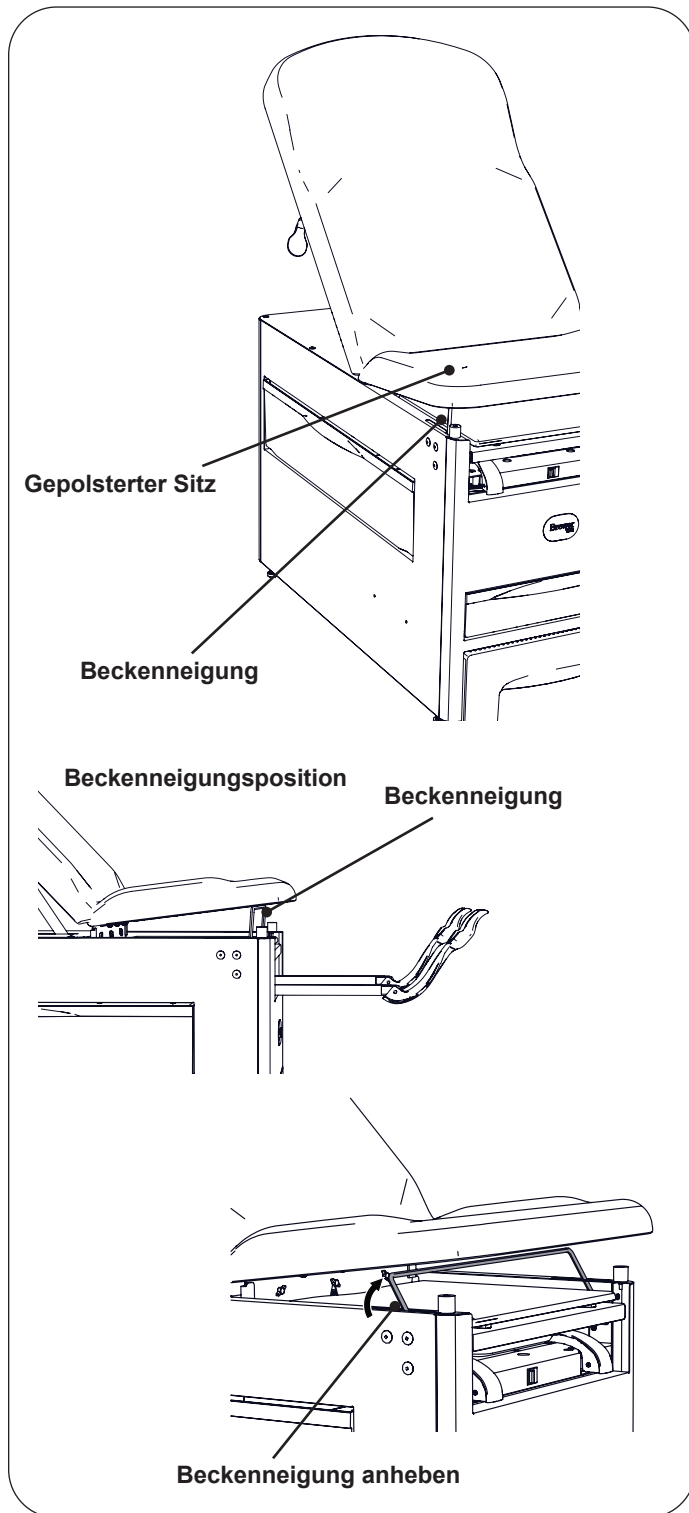

Figure 16. Stütze für die Beckenneigungsposition
1. Heben Sie die Vorderkante des gepolsterten Sitzes an (Figure 16). Drehen Sie die Stütze für die Beckenneigung nach oben, bis sie ganz aufrecht steht.